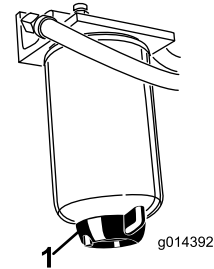

図 39
水セパレータ（図 39）の水抜きは毎日おこなって異物を除去してください。400運転時間ごとにフィルタのキャニスタを交換してください。
2. フィルタ容器（図 39）下部のドレンプラグをゆるめて水や異物を流し出す。